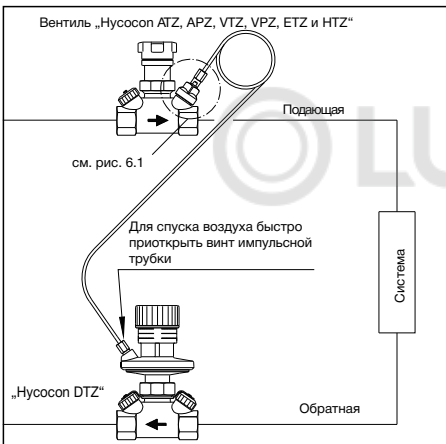

Рис. 6.2: „Нусосон DTZ“, установка на обратной линии
- Импульсную трубку подключить к вентилю на подающей линии. (Это могут быть вентили „Нусосоп ATZ, APZ, VTZ, VPZ, ETZ или HTZ“. (см. рис. 6.2) Альтернативно могут применяться вентили „Hydrocontrol VTR, VPR, ATR или APR“ с адаптером 106 2090 и 1060191.)
- Спустить воздух из импульсной трубки. Спуск воздуха из импульсной трубки осуществляют путем легкого ослабления винта импульсной трубки (рис. 6.2). После выхода воды винт снова завинтить.
Чтобы сохранить функцию регулятора при установке на подающей линии, необходимо поменять местоположение импульсной трубки. (по-сравнению с рис. 6.2)